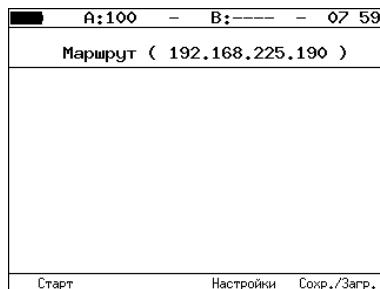

Рис. 7.63. Меню «Маршрут»
- Перейти в меню «Маршрут» (см. рис. 7.63). Нажать на клавишу **F3** («Настройки»).